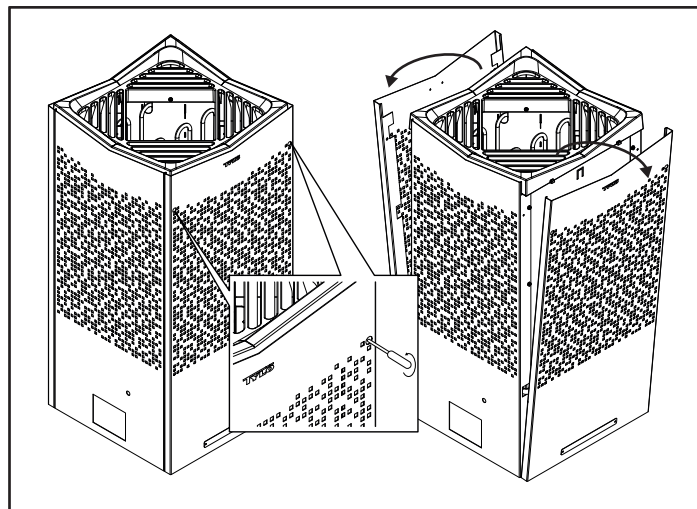

Fig 7: Ta bort front och bakstycke, genom att lossa de dolda skruvarna torx 20
1. Skruva bort front och bakstycke, se Fig 7.